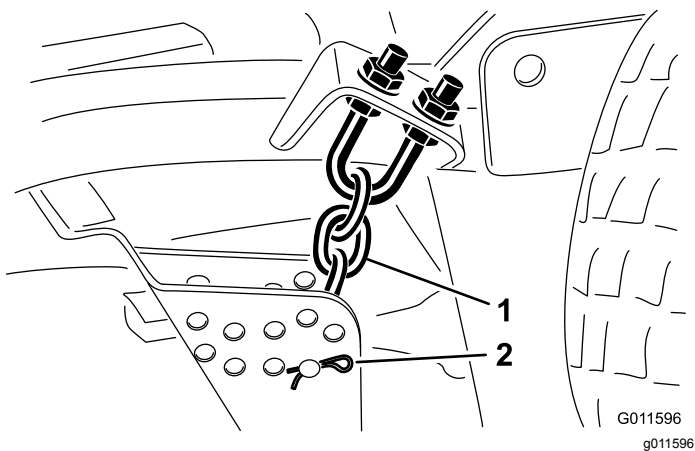

Figura 22
- Togliete la coppiglia e il perno con testa che fissano le catene dell'altezza di taglio sul retro del piatto di taglio (Figura 22).